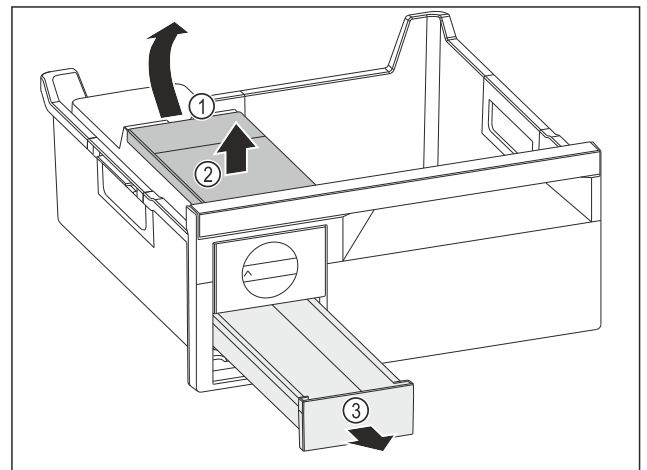

Fig. 182
- ▶ Вийняти бак для води: підняти бак для води за заглиблення Fig. 182 (1).
- ▶ Вийняти бак для води Fig. 182 (2) рухом вгору.
- ▶ Вийняти висувний ящик для кубиків льоду Fig. 182 (3) рухом вперед.